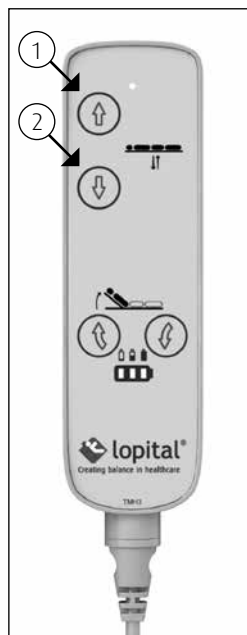

Figure 8 Opération manuelle.
- Le brancard est relevé en appuyant sur le bouton flèche vers le haut. Le brancard se déplace alors vers le haut en douceur (1) (voir figure 8).
- Le lit est abaissé en appuyant sur le bouton de commande avec la flèche vers le bas. Le brancard s'abaissera alors uniformément (2) (voir figure 8).